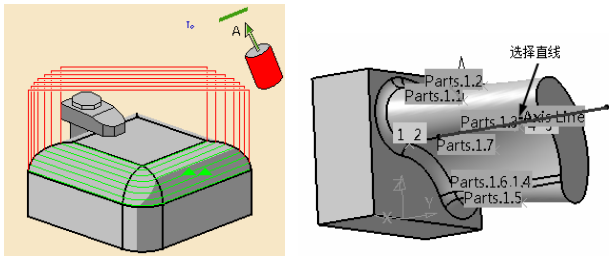

图 4-105 选择刀轴驱动曲面 (2)
● 单击直线感应区，选择刀轴驱动曲面 (2) 如图 4-105 所示，双击空白处返回。